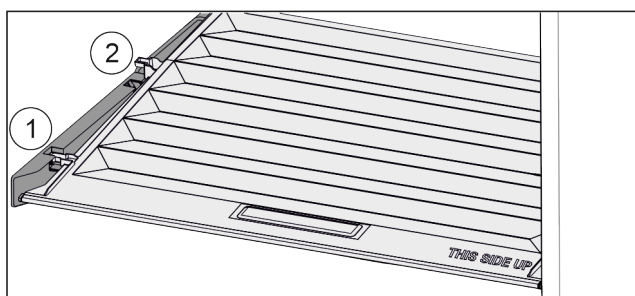

Fig. 75
- Trekk dekselet til åpningen i holdedelene fremover Fig. 75 (1).
- Løft ut nede bak og ta opp og ut Fig. 75 (2).